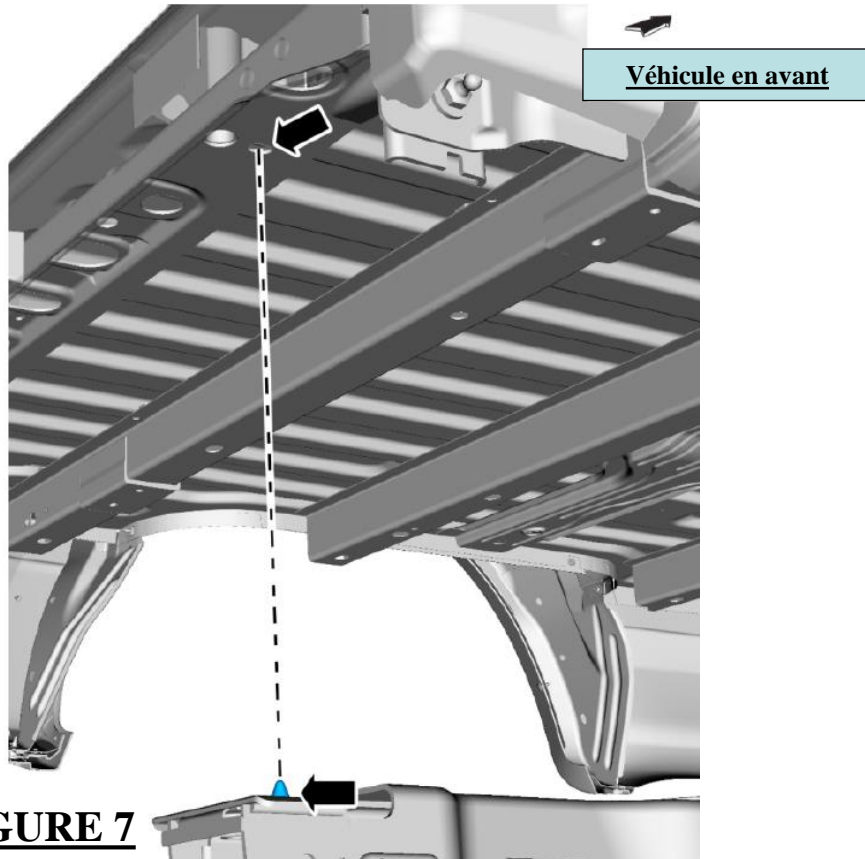

FIGURE 7
2. Assurez-vous que les boulons de positionnement illustrés à la figure 7 sont correctement installés sur le cadre et le plateau de ramassage afin d'éviter tout désalignement.